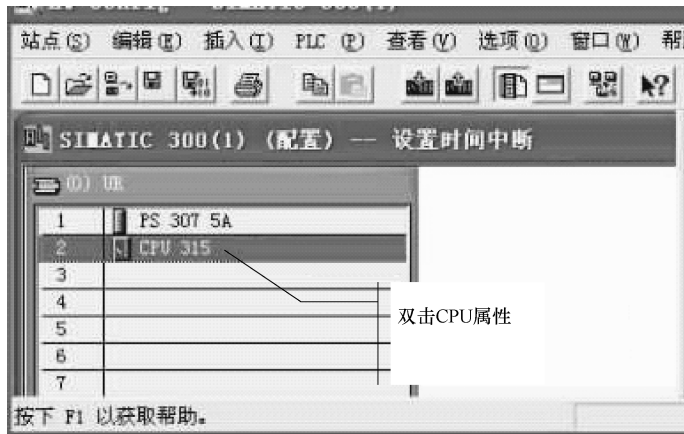

图 5-5 硬件组态画面
3) 将自动弹出硬件组态画面，如图 5-5 所示，把电源和 CPU 等放到机架相应的位置上。在硬件组态画面，双击机架上的 CPU，如图 5-5 所示，将弹出 CPU 属性画面。